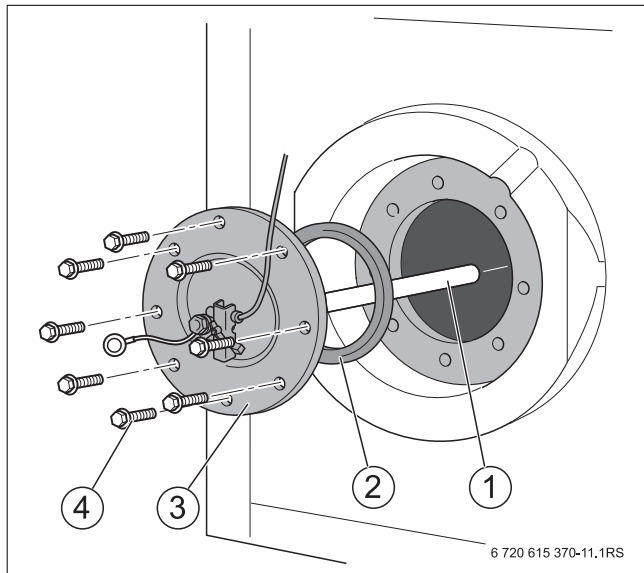

Fig. 13 Ouvrir la trappe de visite
- ▶ Ouvrir la trappe de visite (→ fig. 13, page 42).